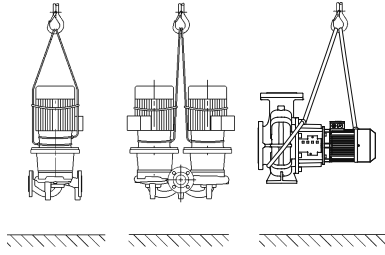

Fig. 6: Pompanın nakliyesi
- Motordaki nakliye halkaları sadece yük bağlanırken kılavuz görevi görür (Fig. 6).